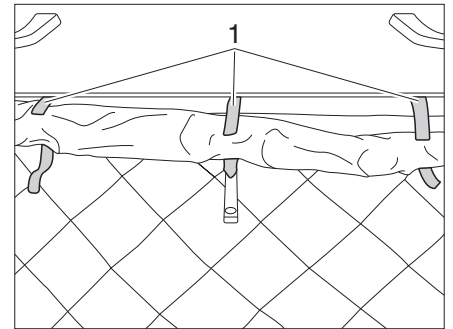

Bild 16 Klettverschlüsse öffnen
- Drei Klettverschlüsse (Bild 16,1) des Stoffbals öffnen.
- Stoffballg im Bereich der Verriegelung sorgfältig aufrollen und mit drei Klettverschlüssen (Bild 16,1) fixieren.